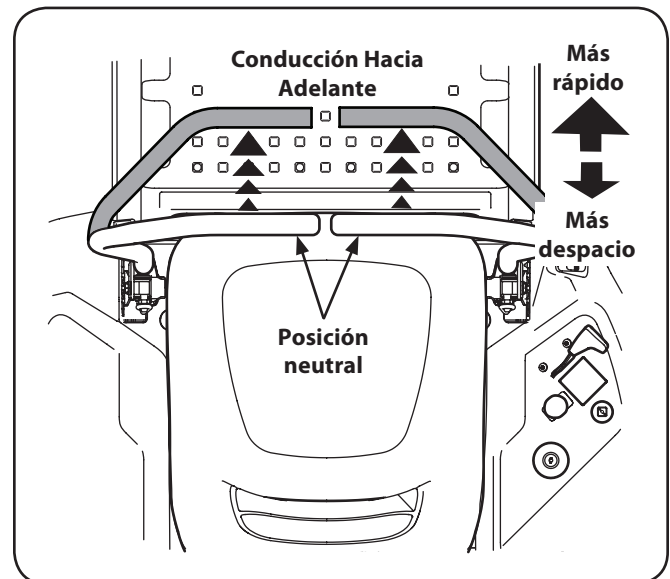

Figura 5-3
6. Mueva las palancas de control lenta y suavemente hacia adelante. El tractor comenzará a desplazarse hacia adelante. Vea la Figura 5-3.
3. Pulse el botón MARCHA ATRÁS (naranja, botón triangular) en la esquina superior derecha del módulo de interruptor de llave. La luz indicadora roja en la esquina superior del módulo de interruptor de llave a la izquierda estará en ON mientras esté activado. Vea la Figura 5-3.